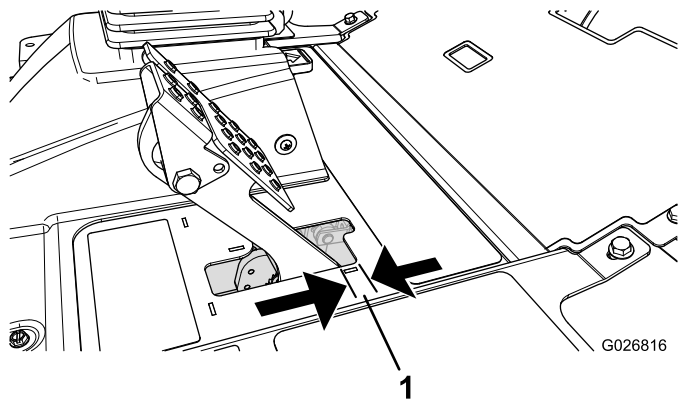

Figura 65
Ajuste los frenos si el pedal de freno tiene más de 2,5 cm de holgura (Figura 65), o cuando se necesite más fuerza para frenar. La holgura es la distancia que recorre el pedal de freno antes de notarse una resistencia de frenado.
2. Apriete la tuerca trasera para mover el cable hacia atrás hasta que los pedales de freno tengan una holgura de 0,63–1,27 cm (Figura 65) antes de que se bloquee la rueda.